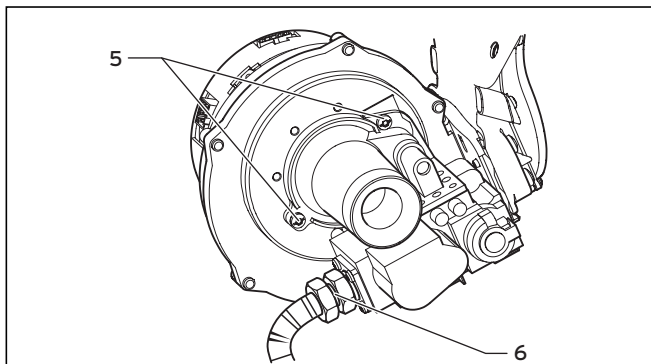

Fig. 12.3 Racor roscado valvulería del gas/ventilador
- Suelte el tubo de acceso del gas en la valvulería del gas (6, fig. 12.3).